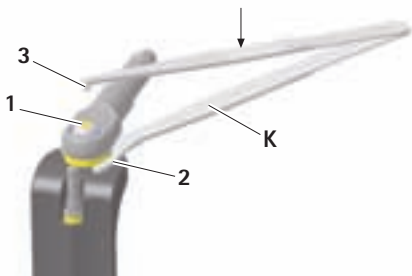

Abb. 5
- Pinzette **K** mit Maulseite **2** unter die Kupplung schieben und mit dem Pinzettendorn **3** auf den Bolzen **1** der Valve **D** drücken, siehe Abb. 5.